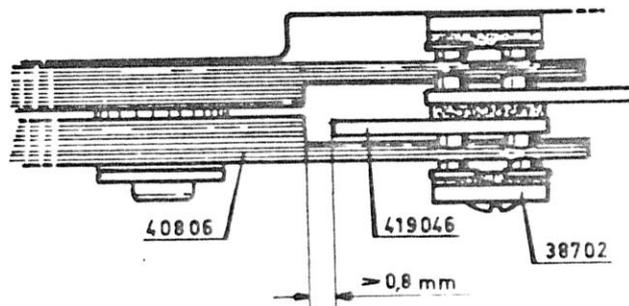

Fig 3
2. Zwischen dem Kontakthebel 40806 und der Kante der Kontaktplatte 419046 sollen mindestens 0,8 mm Luft vorhanden sein (Abb. 3, Draufsicht).